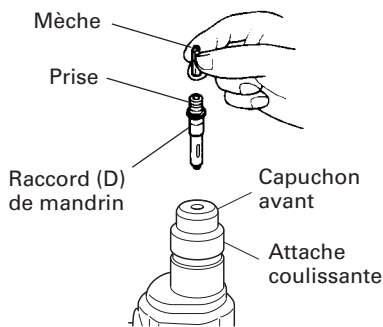

Fig. 11
4. Lors du vissage des vis machine (Fig. 11)
- Ne pas essayer d'utiliser le marteau rotatif en fonction de rotation et percussion lorsque l'adaptateur de mandrin (D) et la pièce sont fixés.
5. Enfoncement de vis à bois (Fig. 11)